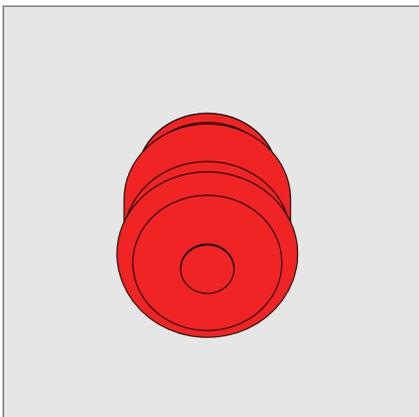

Abb. 33 Not-Aus-Taster
01. Sofort Not-Aus auslösen. Dazu auf den Not-Aus-Taster Abb. 33 schlagen.
12. Not-Aus-Taster **Abb. 33** entriegeln.